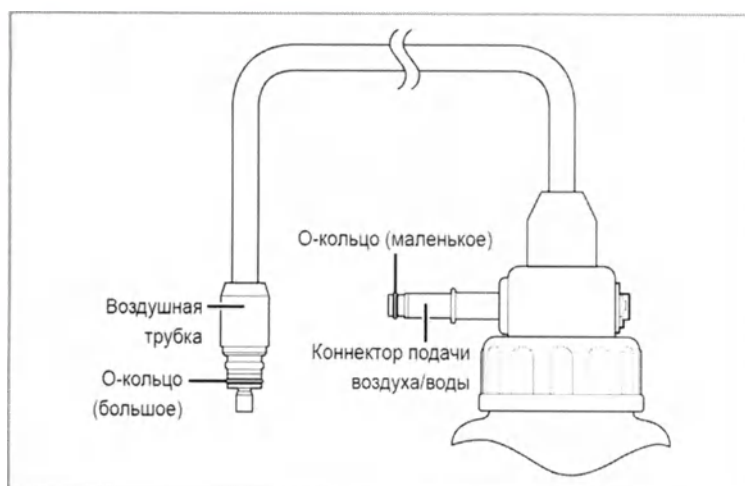

Рисунок 3.10
- Убедитесь в том, что О-кольцо закреплено на конце воздушной трубки блока емкости для воды. Если О-кольцо отсутствует или повреждено, подача воздуха/воды может быть нарушена (см. рисунок 3.10).